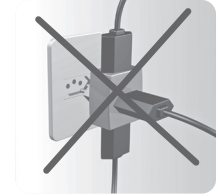

Fig. 12
- 2] Não utilize extensões ou adaptadores para instalação do seu fogão (Fig.12).